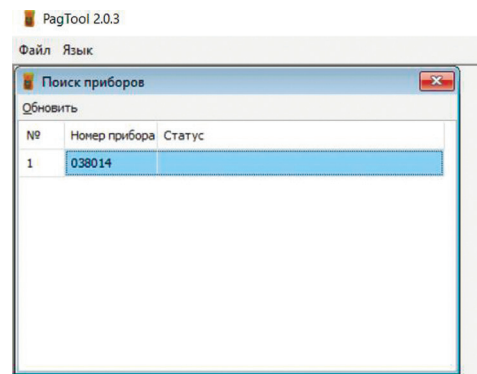

Рисунок 7. Список устройств с подключенным прибором
4.2. Включить прибор и установить в подставку док-станции. Программа идентифицирует серийный номер прибора, как на рис. 7